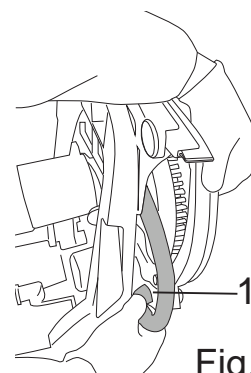

Fig.33
- Desenganche el tubo de la válvula parcializadora y del secador de suelo trasero (Fig. 33-Ref. 1).